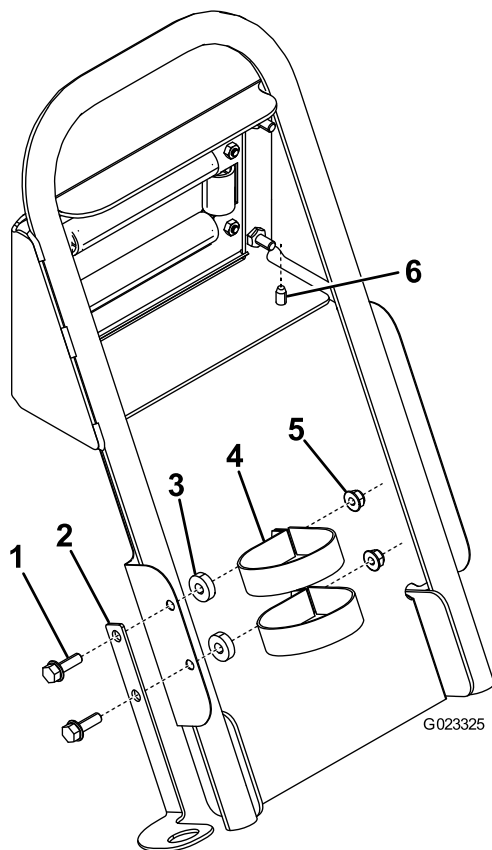

Figura 12
7. Sujete la parte superior del guardabarros al asa usando 2 tornillos autorroscantes (Figura 12).
8. Sujete el soporte de la pistola de fumigación al guardabarros, según se muestra en Figura 12.